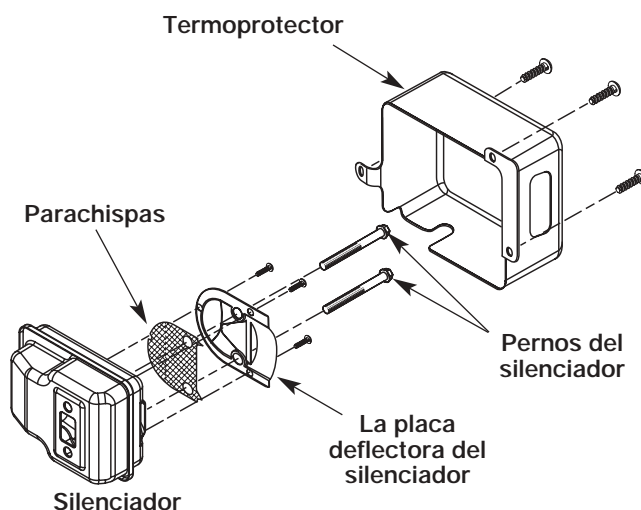

Fig. 14
4. Quite los tres tornillos restantes que sujetan la placa deflectora del silenciador al silenciador. Quite también los dos pernos. Use un destornillador de estrías para los tornillos y un destornillador torx T-25 para los pernos del silenciador (Fig. 14).